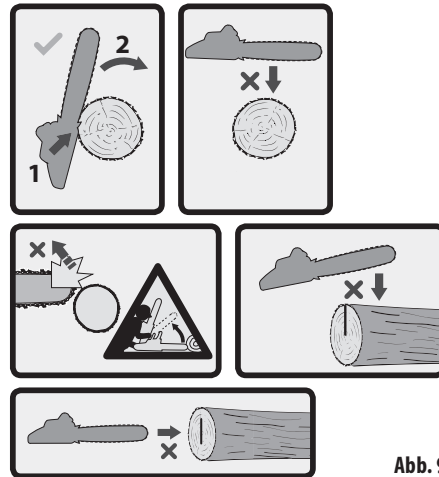

Abb. 9
- Setzen Sie die Säge mit dem unteren Teil des Krallenanschlages (Abb. 8 und Abb. 9) auf dem Stamm auf und drehen Sie die Säge mit leichtem Druck auf den vorderen Griff auf die gegenüberliegende
Seite des Stamms, sodass die Führungsschiene zum Boden zeigt. Durch eine Rückwärtsbewegung der Säge setzen Sie den Krallenanschlag tiefer auf den Holzstamm und wiederholen Sie den Vorgang, bis der Stamm durchgeschnitten ist (Abb. 8 und Abb. 9).